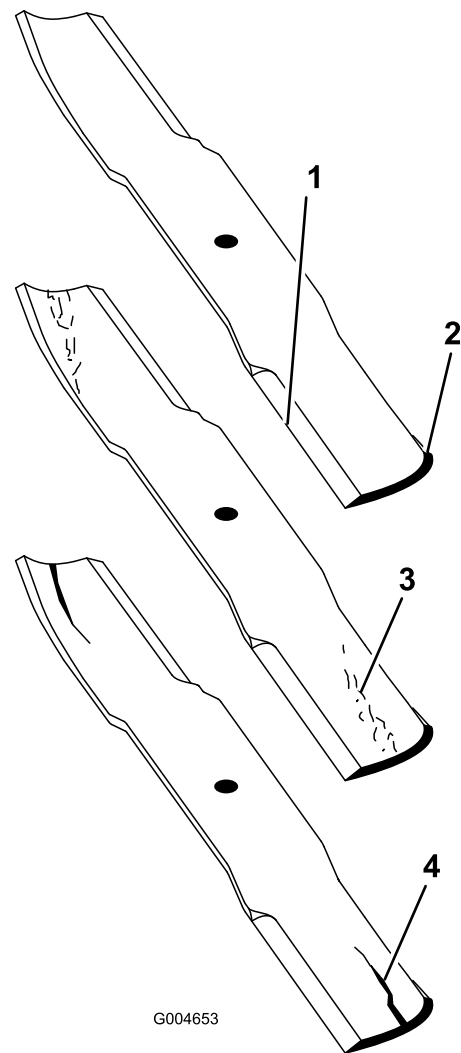

Figura 77
2. Examine cuidadosamente as extremidades da lâmina, prestando especial atenção à zona onde se encontram as partes curvas e planas da lâmina (Figura 77).
**Nota:** A areia e os materiais abrasivos podem desgastar o metal entre as partes plana e curva da lâmina; por isso, verifique a lâmina antes de utilizar a máquina. Se verificar que esta zona se encontra desgastada (Figura 77), substitua a lâmina.
3. Inspeccione as extremidades de corte de todas as lâminas e afie-as se apresentarem sinais de desgaste ou ranhuras (Figura 77).